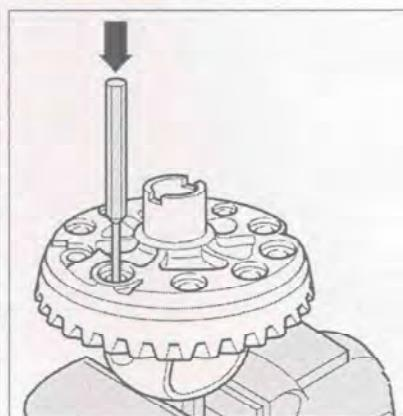

Рис. 7.141. Снятие ведущей шестерни.
9. С помощью обычного инструмента снимите ведущую шестерню (рис. 7.141).